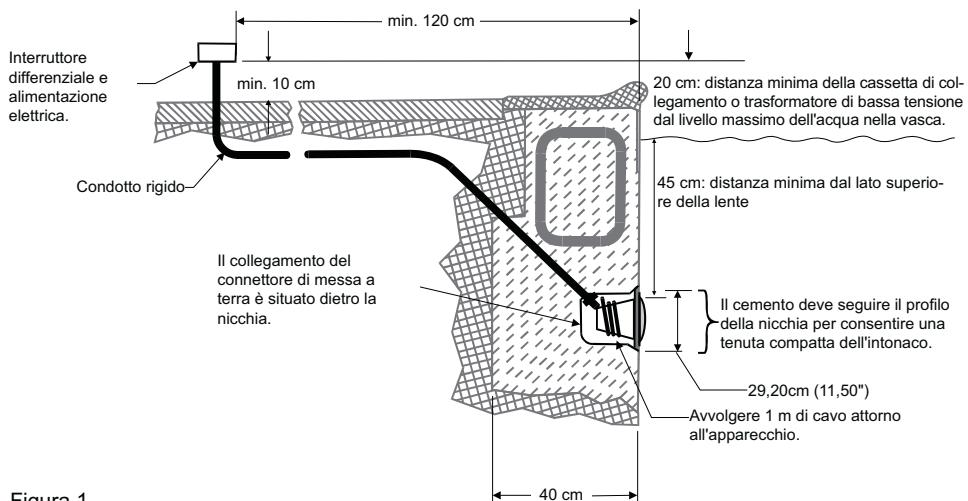

Figura 1.
- il trasformatore di bassa tensione (12 Vca) deve essere posizionato a una distanza di almeno 20 cm sopra il livello massimo dell'acqua e di almeno 1,2 m dal bordo della vasca; si veda la Figura 1;
- la nicchia subacquea deve essere correttamente installata in modo tale che l'estremità superiore della lente della lampada a immersione si trovi ad almeno 45 cm sotto il livello dell'acqua nella vasca; si veda la Figura 1;
- la nicchia subacquea deve essere adeguatamente collegata all'impianto elettrico e al sistema di messa a terra tramite un apposito connettore 8 AWG situato sul retro della nicchia stessa; si veda la Figura 1.
6. Lasciare almeno 1 metro di cavo avvolto attorno alla lampada; si veda la Figura 1. Questo metro di cavo attorno alla lampada facilita gli interventi di manutenzione una volta riempita la vasca.
PRIMA DI INIZIARE: i passaggi da 1 a 7 descrivono le attività da commissionare a un elettricista prima di procedere all'installazione del gruppo luci IntelliBrite. Vedere il diagramma della Figura 1.
1. Introdurre il cavo nel condotto fino alla cassetta di collegamento, lasciandone almeno 1,2 metri avvolti intorno alla lampada (ciò facilita gli interventi di manutenzione sulla lampada una volta riempita la vasca). Vedere la Figura 1.